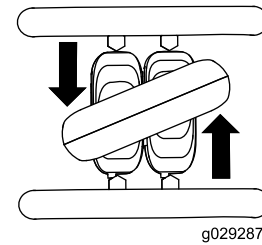

Bild 10
- Drehen Sie den Fahrerstriebshebel nach links, um nach links zu fahren (**Bild 10**).